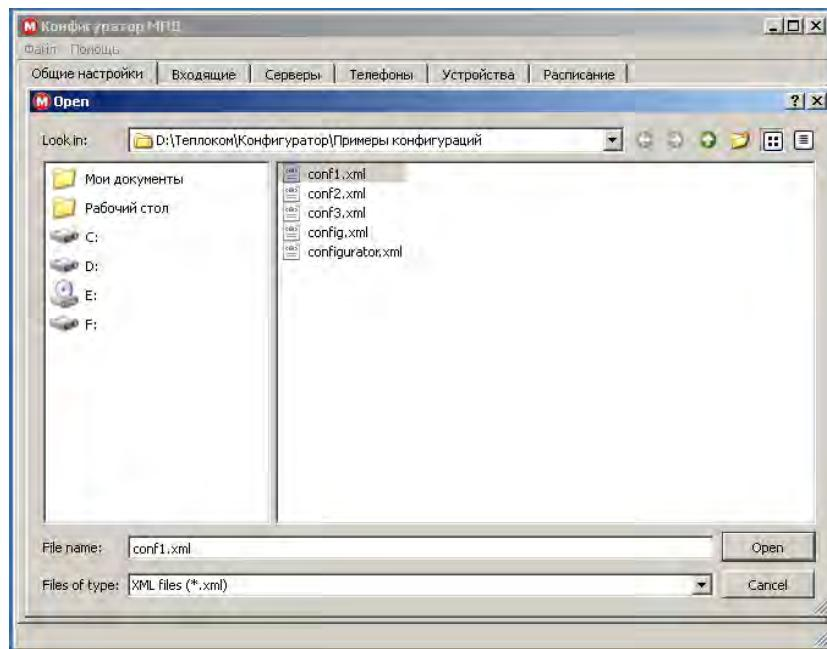

Рисунок 3.2 – Чтение конфигурации
⑧ Для чтения конфигурации выбрать закладку «Файл», пункт «Открыть» (рисунок 3.2), при этом будет предложено выбрать путь и файл для редактирования.